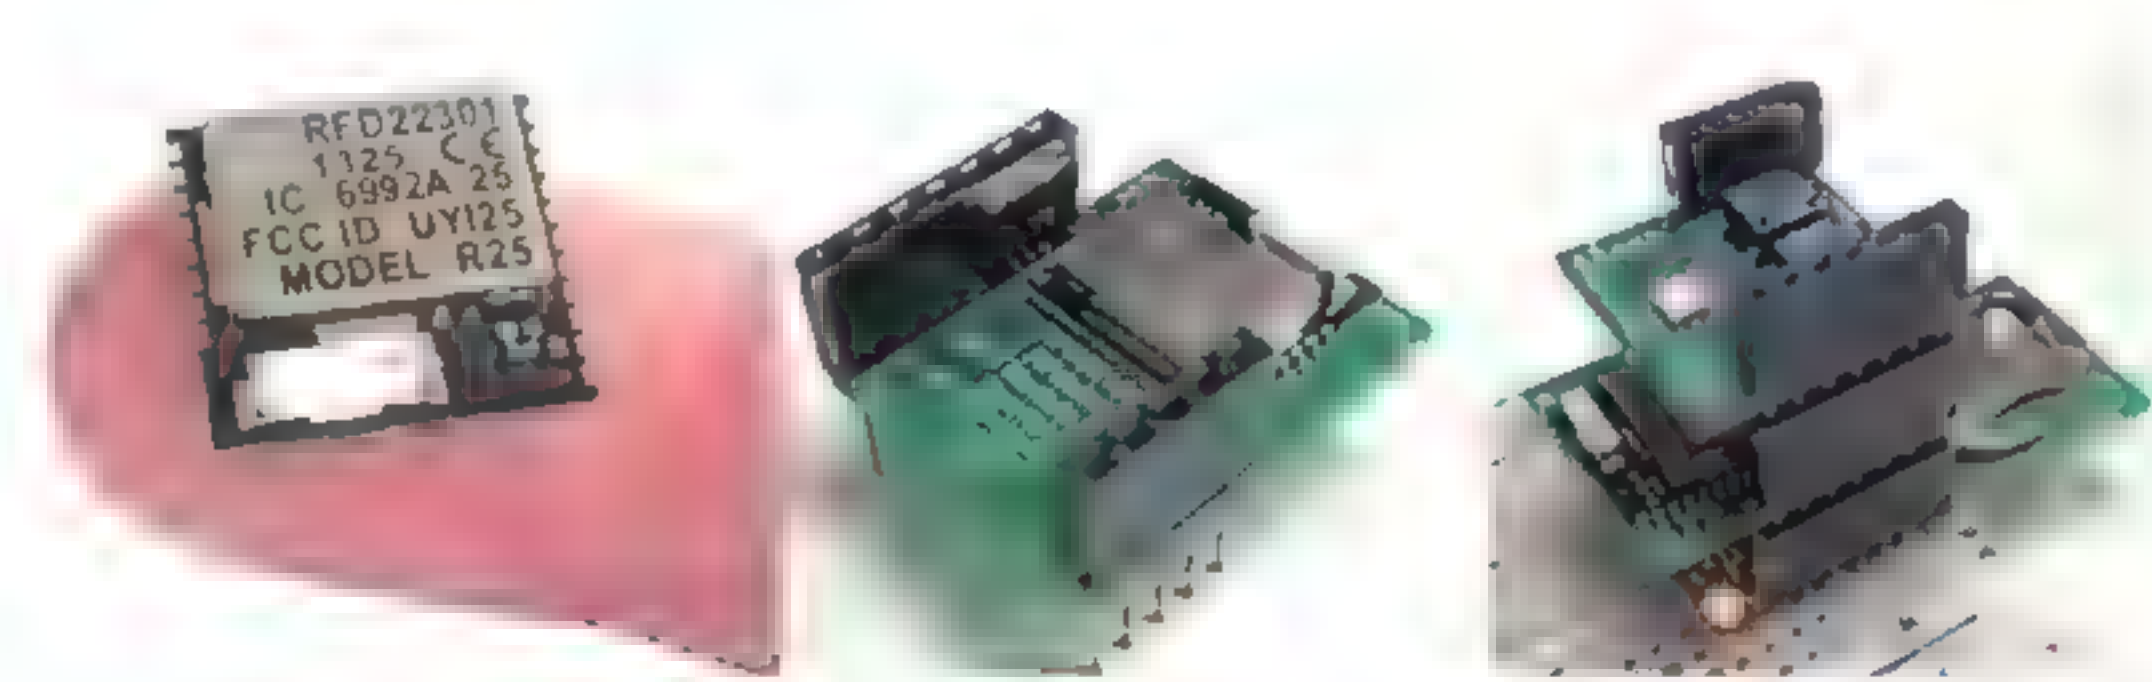

图 8-15 RFduino 模块是一种带低功耗蓝牙 4.0 接口的压缩版 Arduino 开源硬件
4.0 收发器相结合（如图 8-15 所示）。起 Duino 这个名称不是没有理由的，因为微控制器是向外与 Arduino 开源硬件兼容的。因此，这个模块可以像常见的 Arduino 微控制器（可参见 6.6 节）一样，在所属的开发环境（Arduino IDE）中编程和与外围电路相连，它有 7 个通用输入输出接口。在编程过程中，你需要一个独立的可编程 USB 盾板，RFduino 板就插在盾板上。